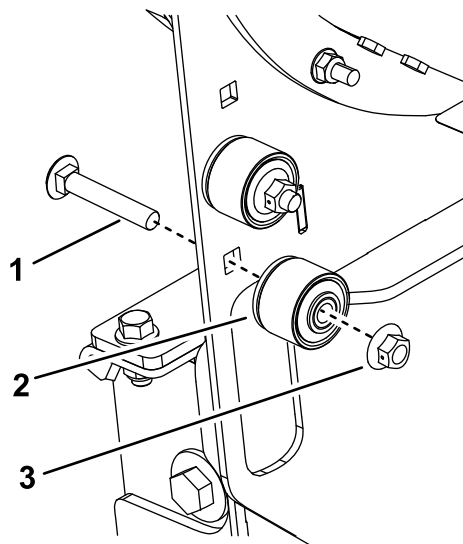

Figure 26
10. Rangez les bagues sur le côté gauche du cadre de la souffleuse à l'aide des fixations (**Figure 26**).